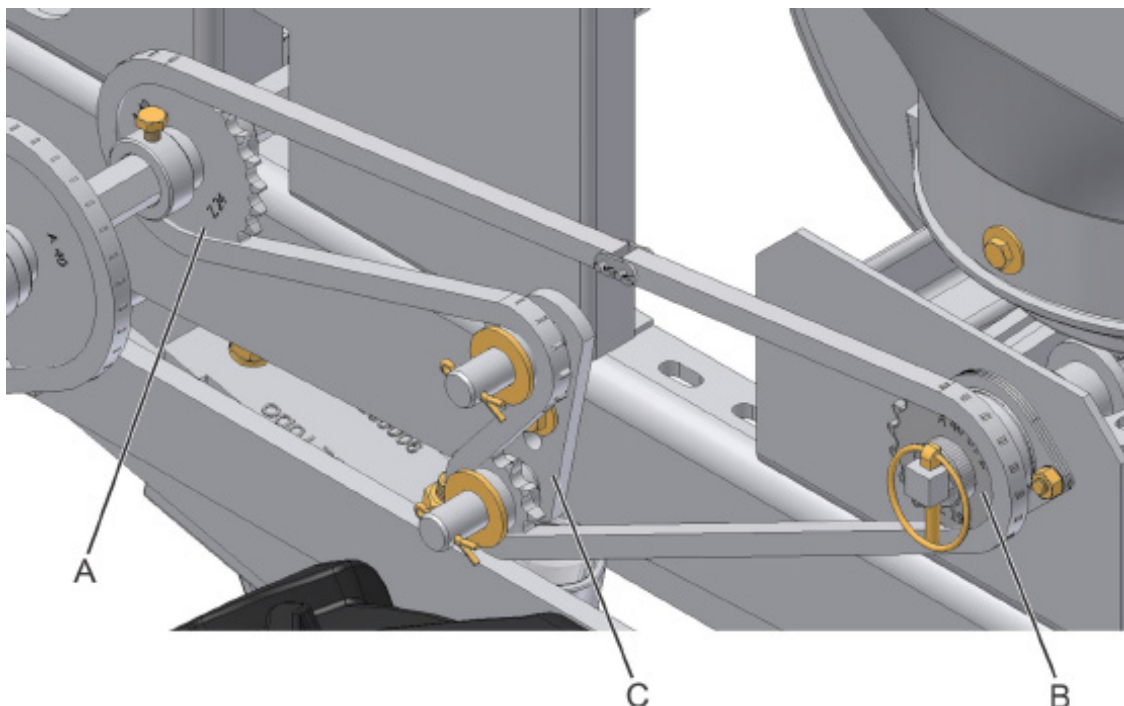

fig. 11
La regulación de la cantidad de semillas por hectárea es realizada a través del intercambio de las ruedas dentadas motriz (A) (fig. 11) y móvil (B).